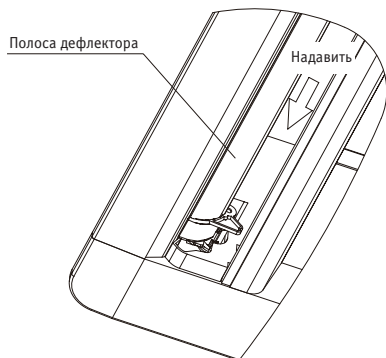

Рис. 5.19
- 1) Снимите воздушный дефлектор. Убедитесь, что воздушный дефлектор выровнен. Затем нажмите один конец воздушного дефлектора в том месте, где находится фиксатор, при этом фиксаторы в середине и на другой стороне также отойдут. Снимите воздушный дефлектор, как показано на рис. 5.19.